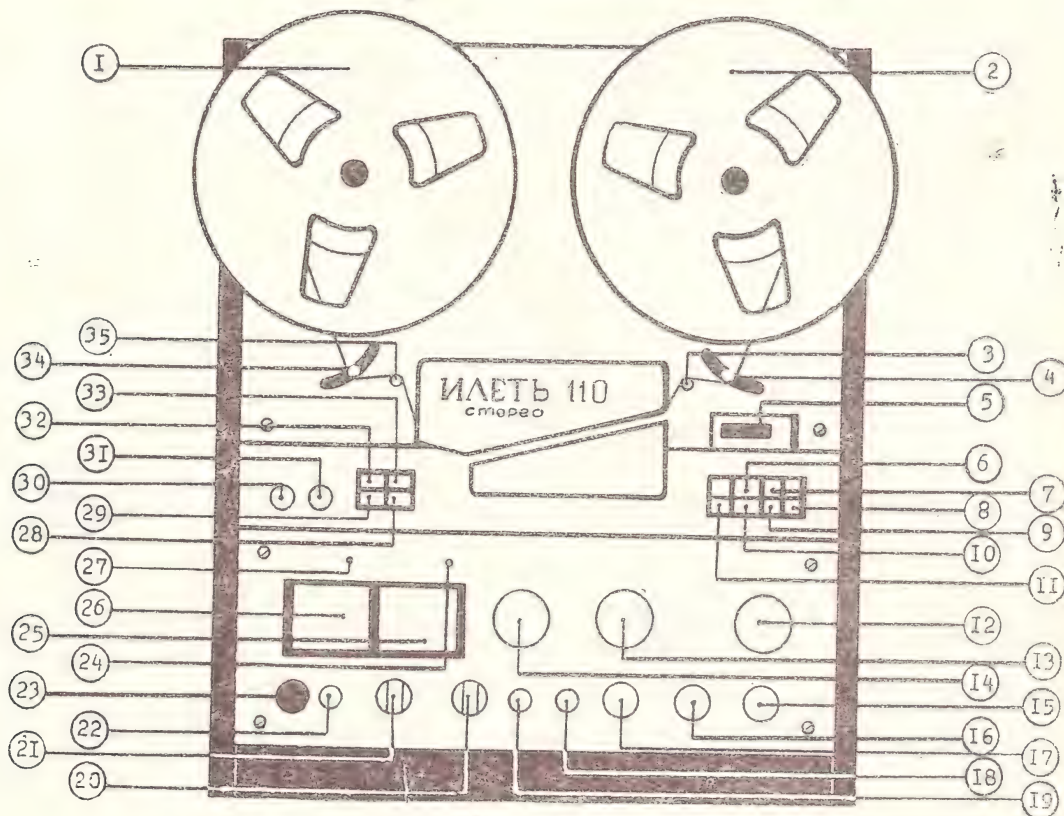
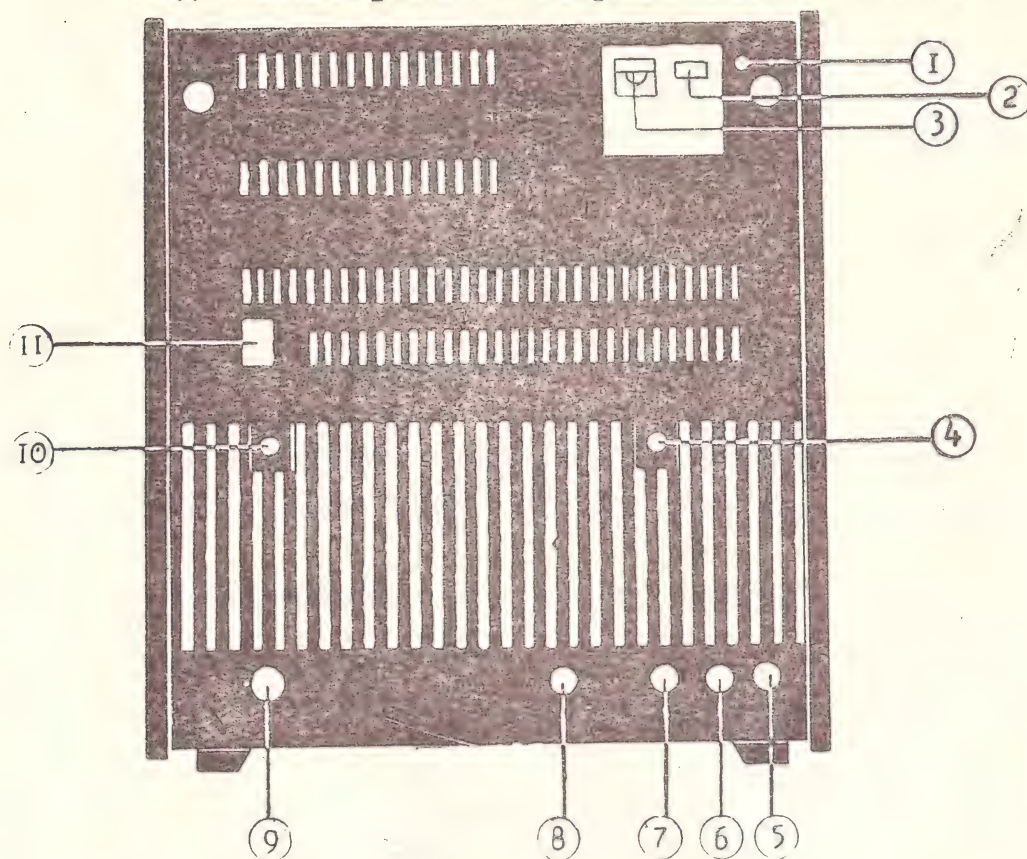

Рис. 1
Рис. 2
5.2. Расположение и назначение деталей и органов управления магнитофона приведено на рис. 1.
5.3. Вид магнитофона со стороны задней стенки приведен на рис. 2.
ку электросети и нажмите кнопку СЕТЬ, при этом засветятся лампочки подсветки стрелочных индикаторов. Включите нужную Вам скорость кнопкой 31 (см. рис. 1). В зависимости от применяемой катушки 18 или 22 установите в соответствующее положение переключатель 1 на задней стенке (см. рис. 2).
Вложите ленту в тракт движения ленты в лентопротяжном механизме в соответствии с рис. 1.
Владельцу разрешается проводить замену только сетевого предохранителя и предохранителей, расположенных на задней стенке, под крышкой (рис. 2), а также замену ламп подсветки стрелочных индикаторов, расположенных над ними под панелью блока электроники (БЭ), предварительно сняв с панели блока электроники ручки управления, а затем и саму панель БЭ.